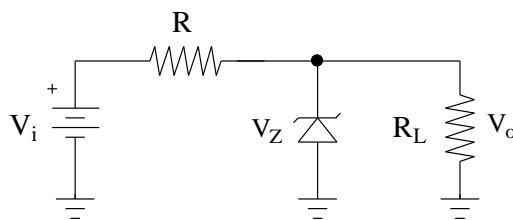

Figura 3.
**Questão 5** – No circuito da Figura 3, o diodo é ideal com  $V_z = 12 \text{ V}$ ,  $R_s = 920 \text{ ohms}$  e  $R_L = 2400 \text{ ohms}$ . Determine a corrente na fonte, no diodo zener e da carga para  $V_{in} = 25 \text{ V}$ .